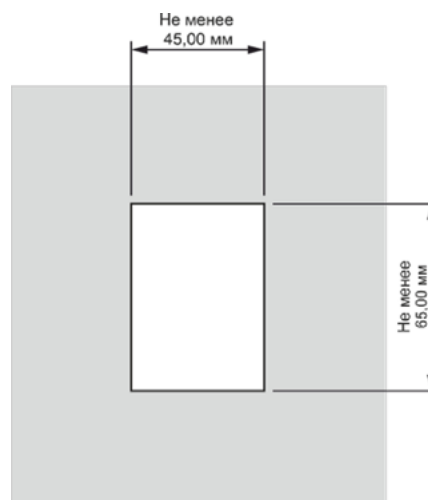

Рис.16
1. Выбрать удобное место установки панели на поверхности. Разметить место установки при помощи шаблона из комплекта (см. рис.16).
2. Подобрать подходящий инструмент для обработки материала поверхности, на которую будет установлена панель (пользуйтесь шаблоном для установки). Инструментом выбрать прямоугольное отверстие в материале (размер см. рис.16).
3. Инструментом выбрать прямоугольное отверстие в материале (см. рис.16).